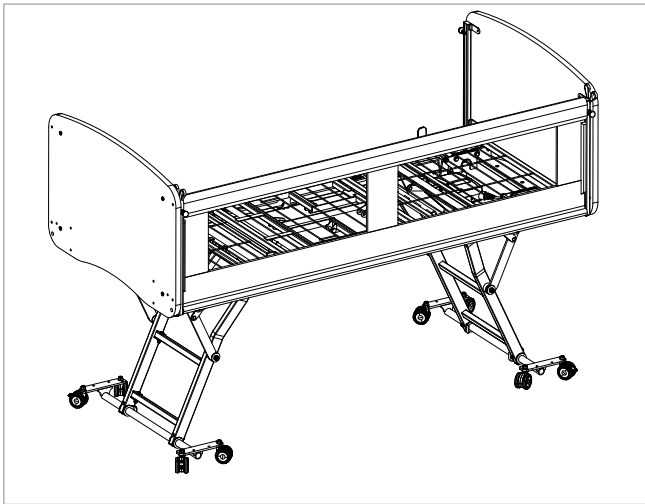

Figure 6.18
18. La barrière est maintenant fixée sur un côté du lit (voir Figure 6.18).